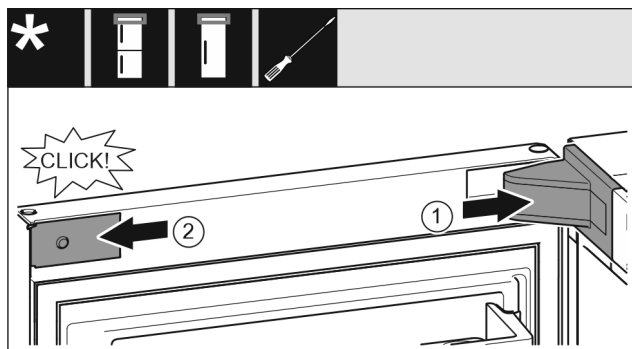

Fig. 34
- ▶ Поставете и фиксирайте капака на лагерната стойка, при нужда внимателно го натиснете настрани. Fig. 34 (1)
- ▶ Поставете странично капачката и я фиксирайте. Fig. 34 (2)